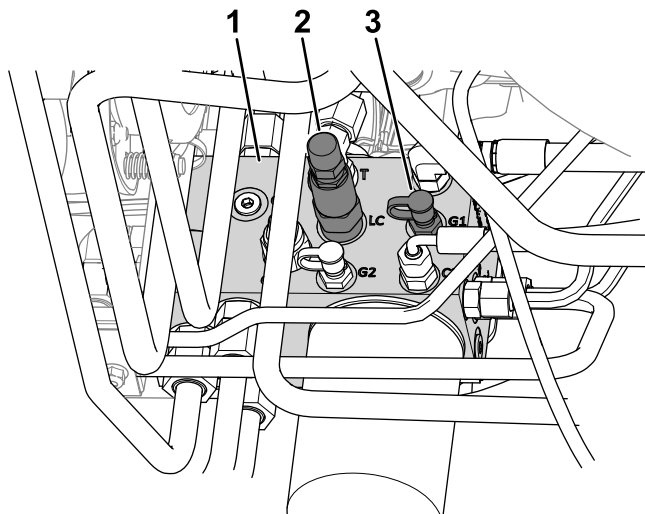

Bild 23
- Schließen Sie ein Manometer an den Prüfanschluss an (gekennzeichnet mit G1, siehe Bild 23).
- Gewichtsverlagerungsspule (LC)
- Entfernen Sie an der Seite des Hubverteilers die Kappe vom Prüfanschluss (gekennzeichnet mit G1, siehe Bild 23).
- Lösen Sie die Klemmmutter am Ende der Gewichtsverlagerungsspule (gekennzeichnet mit LC, siehe Bild 23).